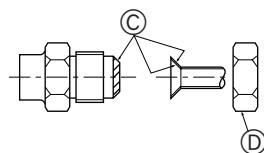

Fig. 4-1
4.2. Rohrabschlüsse (Fig. 4-1)
- Vor dem Anziehen der Konusmutter die dünne Schicht Kältemittel-Öl auf das Rohr und auf die Oberfläche des Sitzes an der Nahtstelle auftragen. ④
- Mit zwei Schraubenschlüsseln die Rohrleitungsanschlüsse fest anziehen. ⑤
- Tragen Sie Kältemaschinenöl auf die gesamte Konusauflagefläche auf. ⑥
- Die Konusmuttern für die nachstehende RohgröÙe verwenden. ⑦
Ⓐ (Fig. 4-1)
Ⓑ (Fig. 4-1)